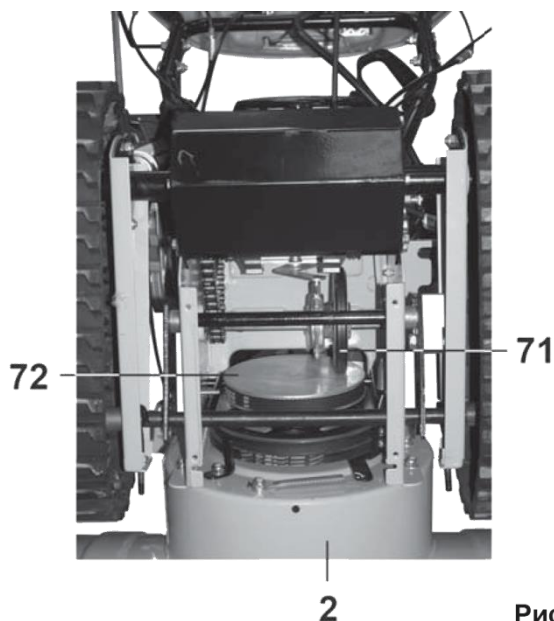

Рис. 37
#### 9.14. Проверка системы привода гусениц (Рис. 37).
9.14.4. Выкрутите болты крепления нижней крышки корпуса редуктора и демонтируйте ее (на Рис.37 крышка корпуса редуктора снята).